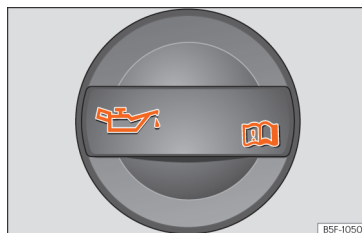

Рис. 188 Моторний відсік: кришка горловини для моторної оливи.
- Знайдіть заливну горловину для моторної оливи. Вона має символ  на кришці **»» рис. 188.**
- Зніміть кришку заливної горловини для моторної оливи **»» рис. 188.**